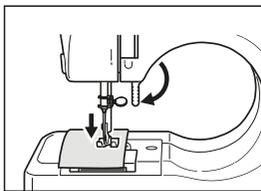

Fig.8
3. Baje el prensatelas (fig. 8).